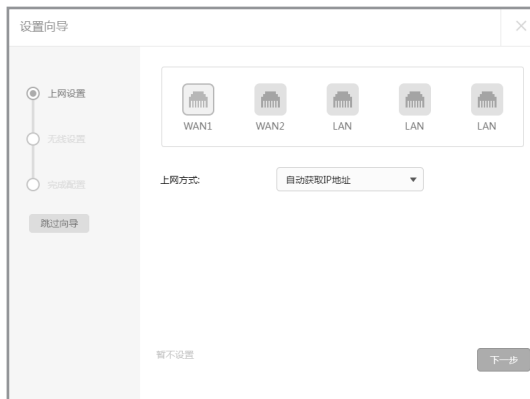

图4-4 上网方式--动态IP
2) 如果上网方式为动态IP, 即可以从网络服务商处获取IP地址, 不需要填写任何内容, 如图4-4所示。